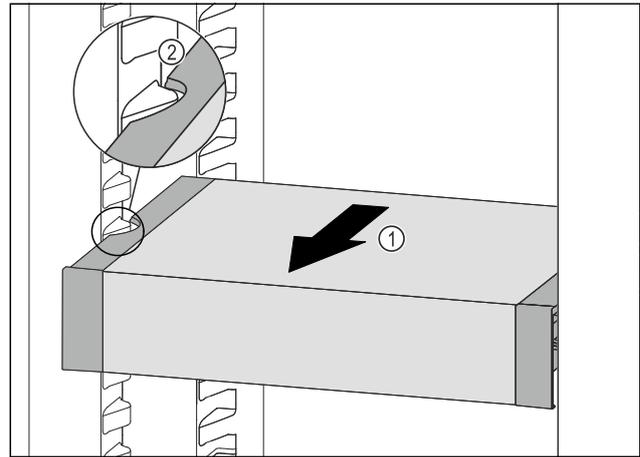

Fig. 93
- ▶ VarioSafe nach vorne ziehen Fig. 93 (1), bis sich die seitlichen Aussparungen des VarioSafes auf Höhe der Behälterrippe im Kühlteil befinden. Fig. 93 (2)